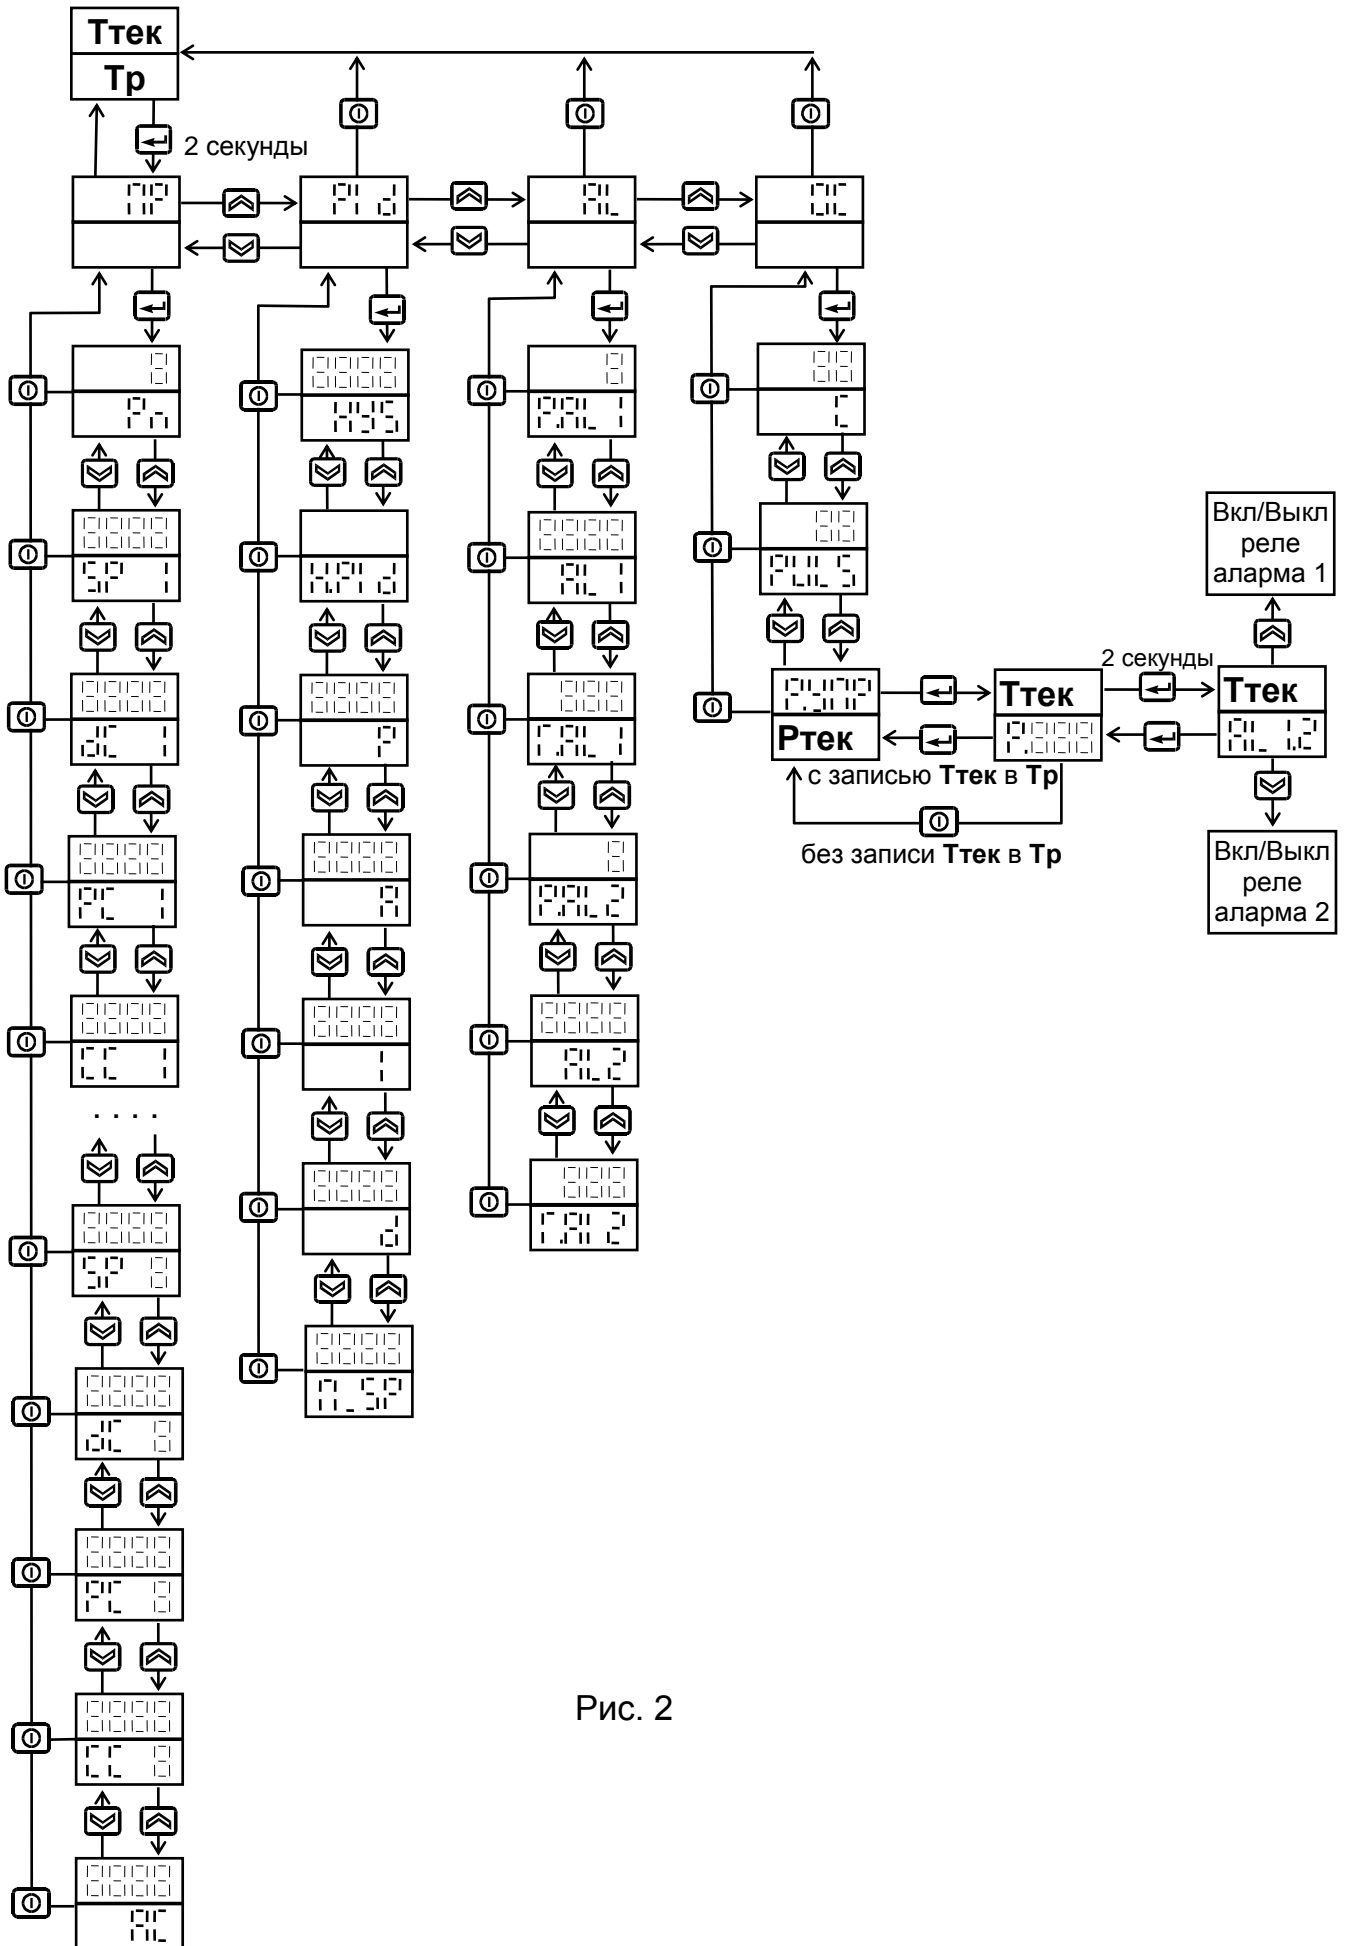

Рис. 2
- Для ввода других параметров, определяющих работу регулятора, нужно в режиме отображения текущей и заданной температуры нажать и удерживать кнопку  примерно две секунды до появления надписи  $P_{11}$  на верхнем индикаторе. Теперь из меню параметров можно выбирать и изменять те, которые необходимо (Рис. 2).
**4.6** Автоматическая настройка параметров  $K_{out}$ ,  $T_{int}$ ,  $T_{diff}$  и  $T_{dead}$  запускается при нажатии и удержании в течение двух секунд кнопки  при индикации параметра  $T_{dead}$  в меню параметров  $T_{dead}$  (см. Рис. 2). Через две секунды после нажатия кнопки  прибор выходит из меню и переходит в режим автоматической настройки параметров  $K_{out}$ ,  $T_{int}$ ,  $T_{diff}$  и  $T_{dead}$ , о чем свидетельствует мигание светодиода 'H'. По окончании настройки параметров прибор переходит в режим поддержания заданной температуры  $T_r$  или к выполнению шагов программы (если параметр  $T_{dead}$  не равен нулю). Автоматическая настройка параметров осуществляется всегда для основного заданного значения  $T_r$  независимо от того, задана или нет программа регулирования по шагам. Настройка параметров  $K_{out}$ ,  $T_{int}$ ,  $T_{diff}$  и  $T_{dead}$  производится по методу предельных колебаний. Во время автоматической настройки параметров прибор полностью закрывает заслонку если  $T_{тек} > T_r + \Delta T_{dead}$ , и полностью открывает если  $T_{тек} < T_r - \Delta T_{dead}$ . При этом происходит колебательный процесс по температуре как показано на Рис.4.
**4.8** Действие аварийного реле определяется параметрами режима работы, а также температурой задания и гистерезисом аварийного реле из меню  $P_n$  (см. Рис. 2). Параметры  $S_1$  и  $S_2$  задают режим работы аварийного реле. Существует 10 режимов работы:
- 2 - аналогично режиму 0, но отслеживание заданного условия начинается только после достижения текущей температурой основного заданного значения  $T_{рег}$  (если параметр  $P_n = 0$ ) или значения  $S_1$  (если параметр  $P_n \neq 0$ ). Считается, что текущая температура достигла заданной, если  $|S_1 - T_{тек}|$  меньше или равно  $S_2$ , где  $S_2$  - параметр из меню  $P_n$  (см. Рис.2). В режиме останова реле выключено.
- 3 - аналогично режиму 1, но отслеживание заданного условия начинается только после достижения текущей температурой основного заданного значения  $T_{рег}$  (если параметр  $P_n = 0$ ) или значения  $S_1$  (если параметр  $P_n \neq 0$ ). Считается, что текущая температура достигла заданной, если  $|S_1 - T_{тек}|$  меньше или равно  $S_2$ , где  $S_2$  - параметр из меню  $P_n$  (см. Рис.2). В режиме останова реле выключено.